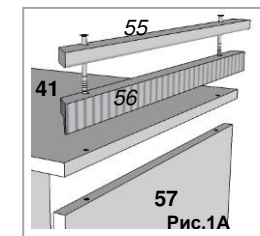

Рис.1А
- Соедините карниз (поз.55), декор (поз.56), колпак (поз.41) и бок (поз.57) евровинтами 70мм (смотри рис.1А).